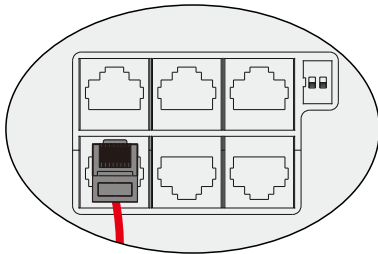

Figure 4.8-4 Interface Rj45
Étape 4. Branchez le terminal RJ45 à la position appropriée sur l'onduleur. Voir Figure 4.8-4.